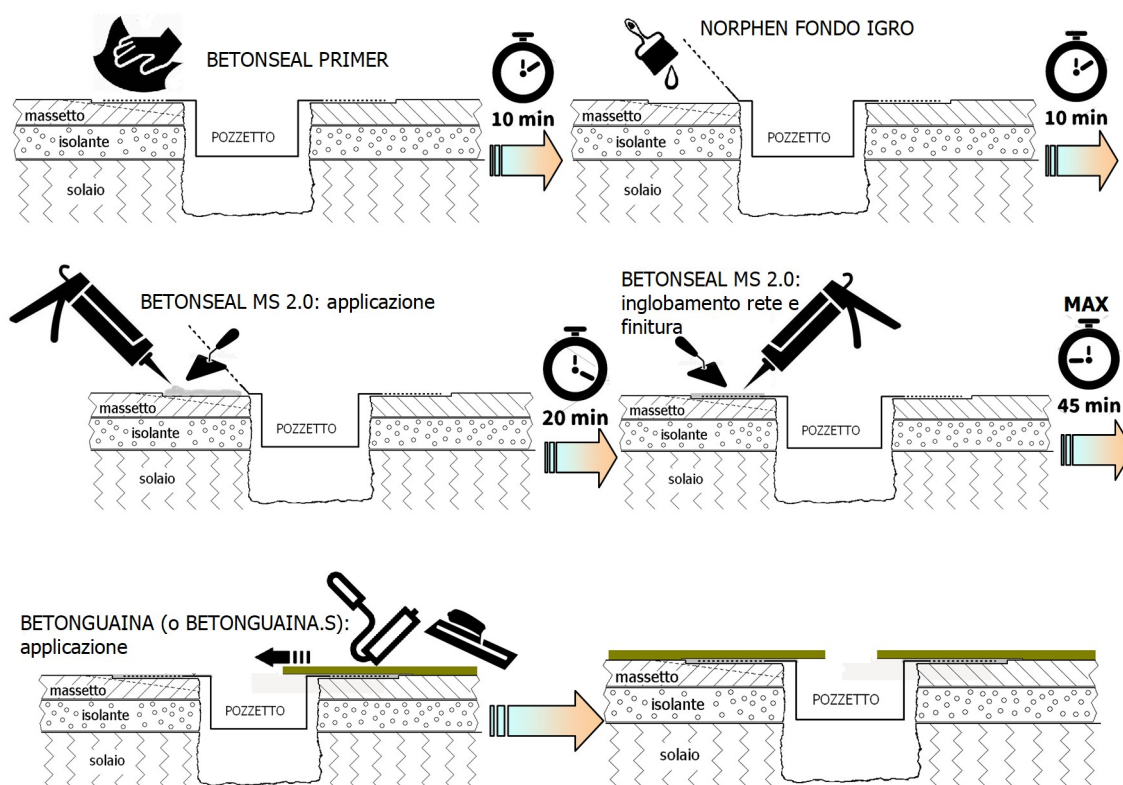

Fig. 6: realizzazione dell'accoppiamento diretto della membrana liquida con BETONSEAL MS 2.0
- sul sigillante fresco procedere all'applicazione di BETONGUAINA (BETONGUAINA.S) avendo cura di spingersi anche oltre il bordo del pozzetto verso l'interno (vedi Fig. 6);